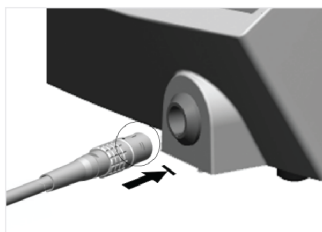

FIG. 5
- Kontrollera att kabelns stift är rent och torrt. Placera kabeln rätt och koppla in kabeln i enheten. Tryck in stiftet tills du känner att låset "klickar". **FIG. 5**.